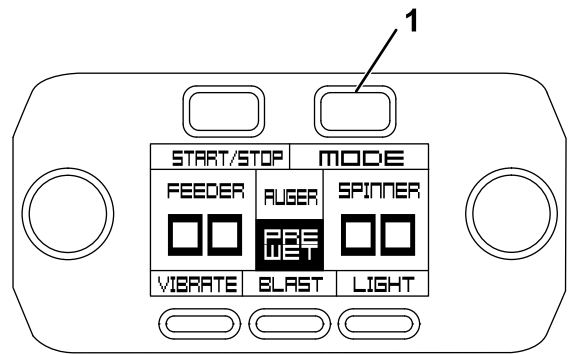

Figure 49
- Pour configurer la commande de vidage, appuyez sur le bouton Mode sur le contrôleur (Figure 49).